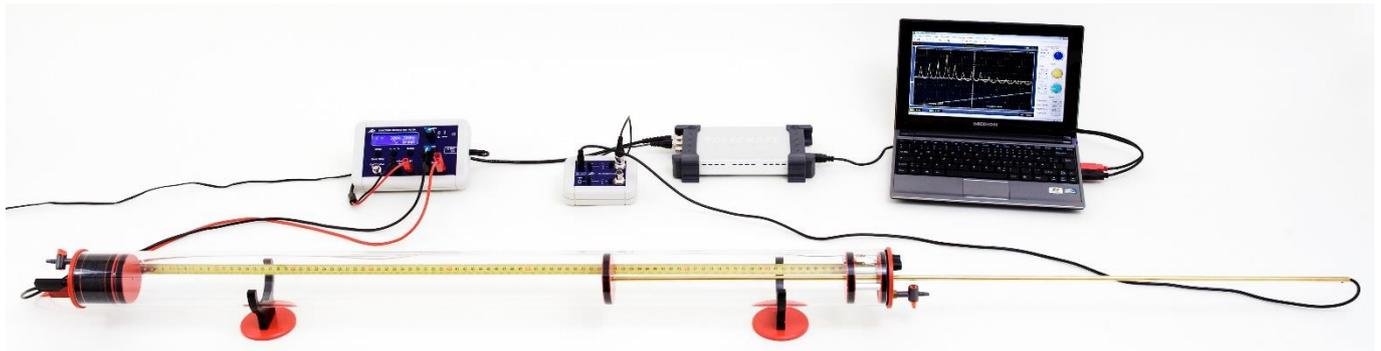

Fig. 1: Ordem da medição.
- Colocar o tubo acústico sobre os pedestais (fig. 1).